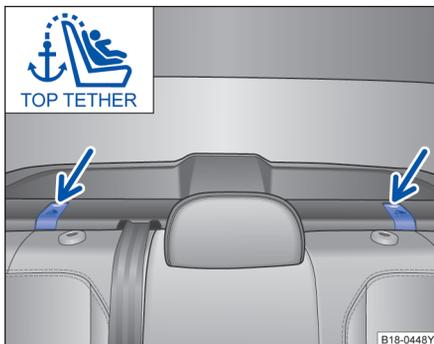

图 69 Top Tether 固定点
- 打开后排座椅后的盖板⇒图 69。
- 将上部固定带钩入相应的固定环中⇒图 69。